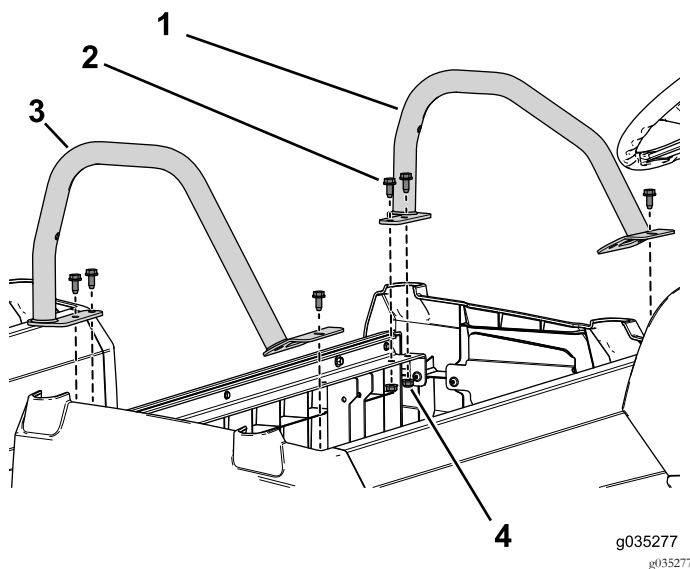

Figura 97
- Utilice los 6 pernos con arandela prensada (3/16" x 3/4") y las tuercas con arandela prensada para sujetar las barras de seguridad izquierda y derecha a la base del asiento (Figura 97).